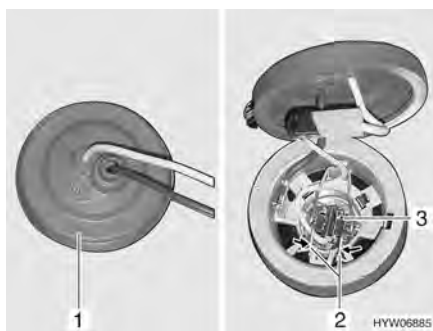

Fig. 226 Feux de route/feux de position/feux de croisement
- Retirer le capuchon en caoutchouc (Fig. 226,1) du boîtier de la lampe.
- Basculer l'étrier métallique (Fig. 226,2) et le décrocher du support.
- Retirer l'ampoule (Fig. 226,3) et le câble du boîtier de la lampe.